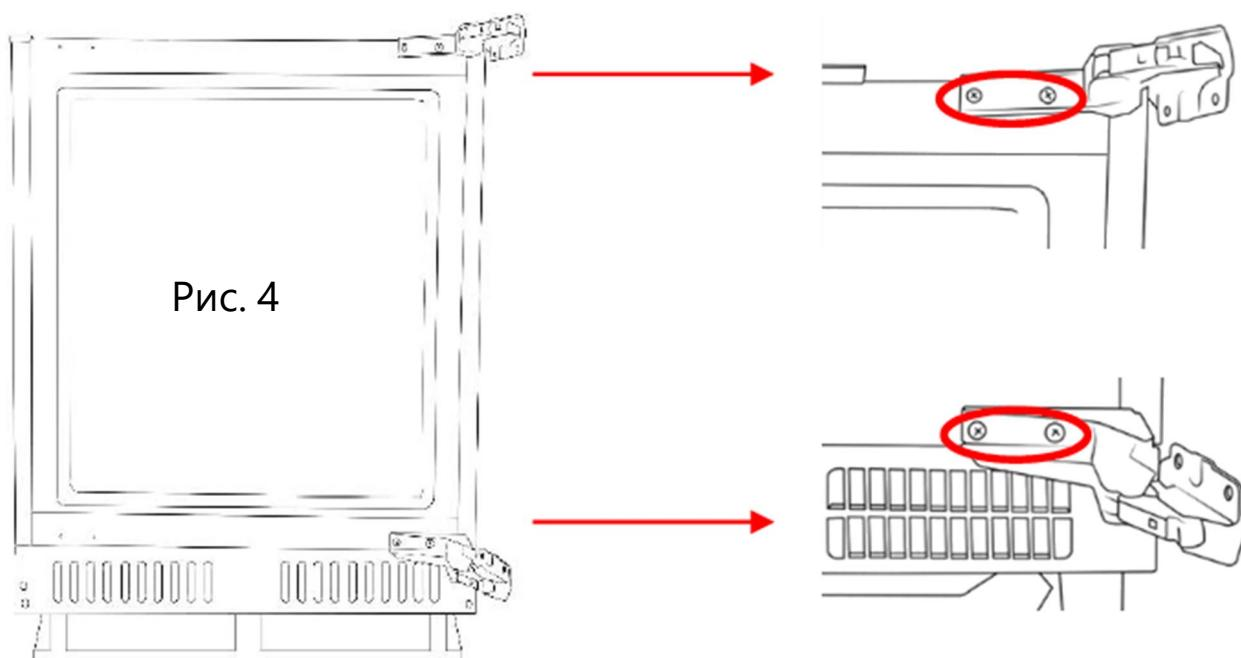

Рис. 4
**5.** При открытом верхнем шарнире, снимите винты с верхнего шарнира, которые фиксируют шарнир к шкафу прибора (рис.4).